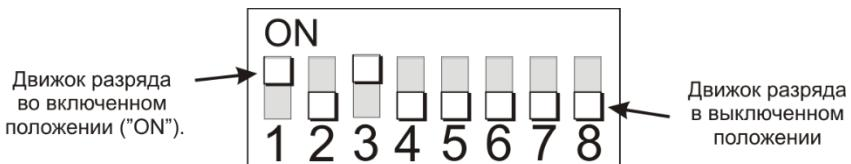

Рисунок 2
4.5. Установите адрес шкафа в соответствии с проектом системы АПС. Для установки адреса шкафа на плате «СФ-АКИП» используется 8-разрядный DIP-переключатель (рис. 2). Заводская установка – включен 2-й разряд, что соответствует адресу 2. Плоской отверткой установите движки каждого разряда DIP-переключателя в положение, соответствующее определенному адресу согласно таблице адресов. Таблица адресов находится в Приложении №3.